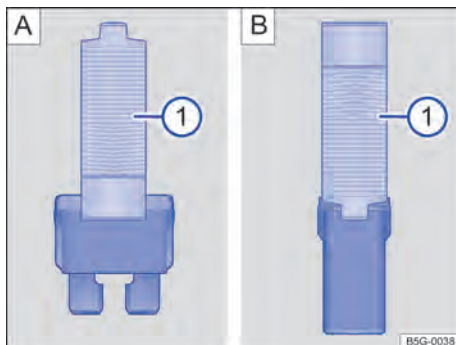

Fig. 179 Retirar ou colocar o fusível com a pinça de plástico: **A**: fusível plano, **B**: fusível de bloqueio.
- Se necessário, retirar a pinça de plástico → Fig. 179 ① da cobertura da caixa de fusíveis.
- De acordo com a versão do fusível, colocar as garras adequadas do alicate plástico → Fig. 179 [A] ① ou → Fig. 179 [B] ① lateralmente no fusível.
- Caso o fusível esteja queimado, substituir o fusível por um novo da *mesma* intensidade de corrente (mesma cor e inscrição) e do *mesmo* tamanho → ②.